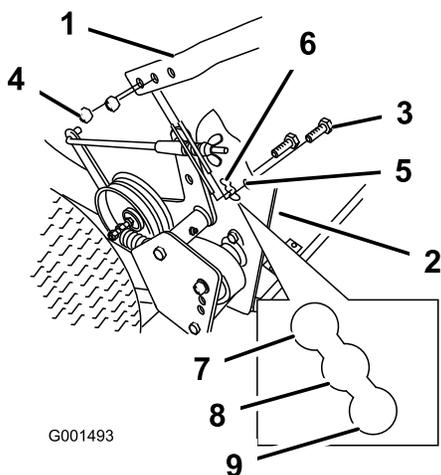

Figure 19
2. Desserrez les boulons à embase supérieurs (3/8 x 1 1/4 po) et l'écrou à embase de fixation de la poignée au cadre arrière (Figure 19).
3. Retirez les boulons inférieurs (3/8 x 1 po) et les écrous à embase qui fixe la poignée au cadre arrière (Figure 19)